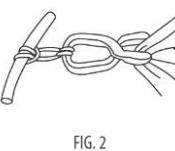

FIG. 2
- ハンガーフックを開き、ベッドのフレーム又はサイドボードへ採尿バッグを取り付ける(FIG. 1A)。又は、固定紐をベッドのフレームの後ろ側にまわし、ハンガーボードにある2つのフックへ引っ掛けで固定する方法もある(FIG. 1B)。排尿チューブがたるまないよう寝具に固定する止め具も用意されている(FIG. 2)。
③カテーテルのバルブ部を切断し滅菌水を排出する(図2)。
(図2)